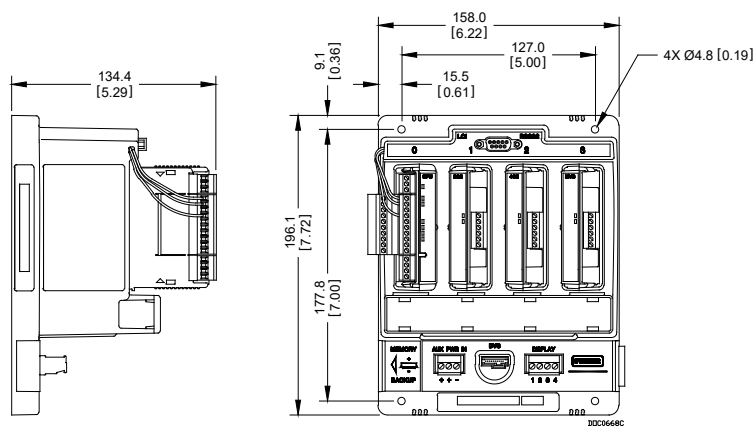

Figure 2. Dimensions du FB107
- **Modèle principal uniquement.** Positionnez comme souhaité sur la plaque de montage du coffret et repérez l'emplacement des orifices de fixation sur la plaque en utilisant le FB107 comme modèle. Pour connaître les dimensions du FB107, consultez la *Figure 2*. Percez et taraudez des trous de montage dans la plaque à l'aide d'un taraud fileté UNC 8-32. Positionnez le FB107 sur les emplacements taraudés et fixez-le à la plaque à l'aide des quatre vis 8-32 UNX x 1,00 in. de long fournies. Serrez les vis au couple de 1,1 à 1,4 N.m environ.